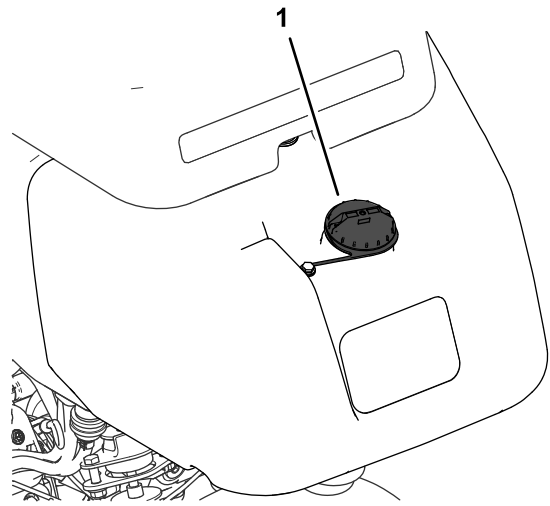

Figure 25
1. Limpie alrededor del tapón de combustible y retírelo (Figure 25).